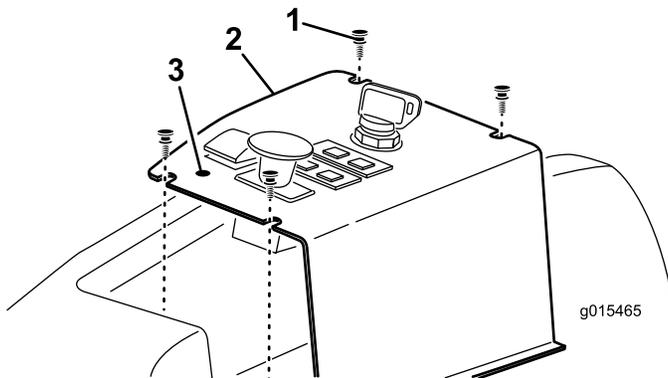

Figure 12
- Localisez et percez avec précaution l'autocollant du panneau de commande, devant la commande de RELEVAGE, pour exposer le trou de montage du levier de BLOCAGE DU RELEVAGE (Figure 12).
1. Vis de montage (4)
- Retirez les 4 vis qui fixent le panneau de commande à la machine (Figure 12).